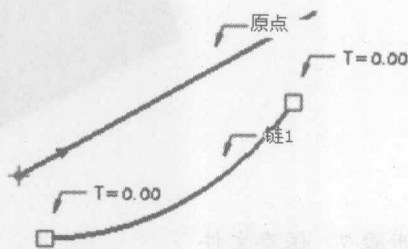

图 1-17
4) 按下<Ctrl>键,选中轮廓线,如图 1-17 所示。